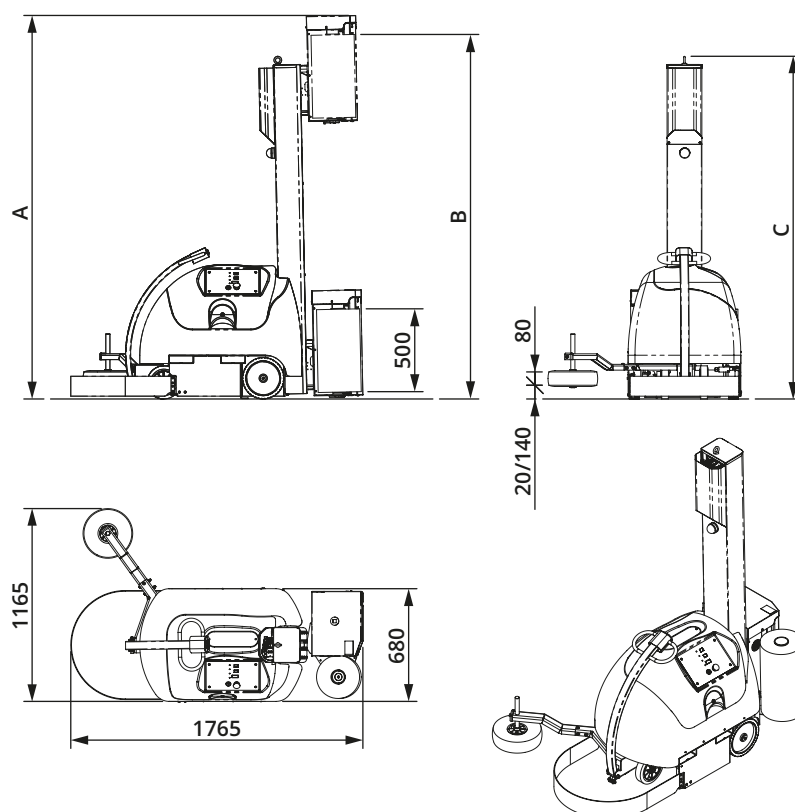

Figure 27
- Dimensions hors-tout Voir Figure 27 - pag. 43